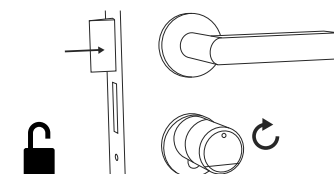
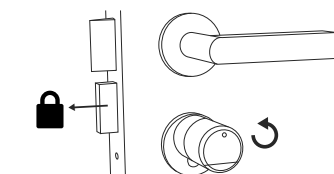

Fig. 9
Fig. 10
- 3 Si la combinaison de chiffres saisie est correcte, l'icône d'état du cylindre (⊙) s'allume et la porte peut être déverrouillée (Fig. 9) ou verrouillée (Fig. 10).